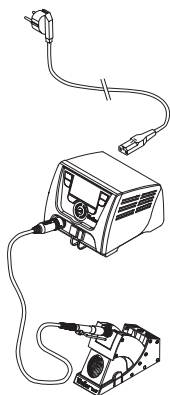

Fig. 1
2. Ligar as ferramentas de solda compatíveis com a WX (Fig. 1) como segue: